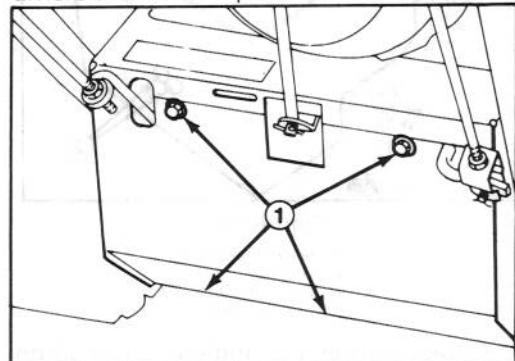

Figure 16
2. Faites basculer la déneigeuse sur son logement de tarière et bloquez-la pour qu'elle ne puisse pas tomber. Enlevez ensuite les quatre vis taraudeuses qui maintiennent en place la plaque de protection arrière et enlevez cette plaque de la machine (Fig. 16).